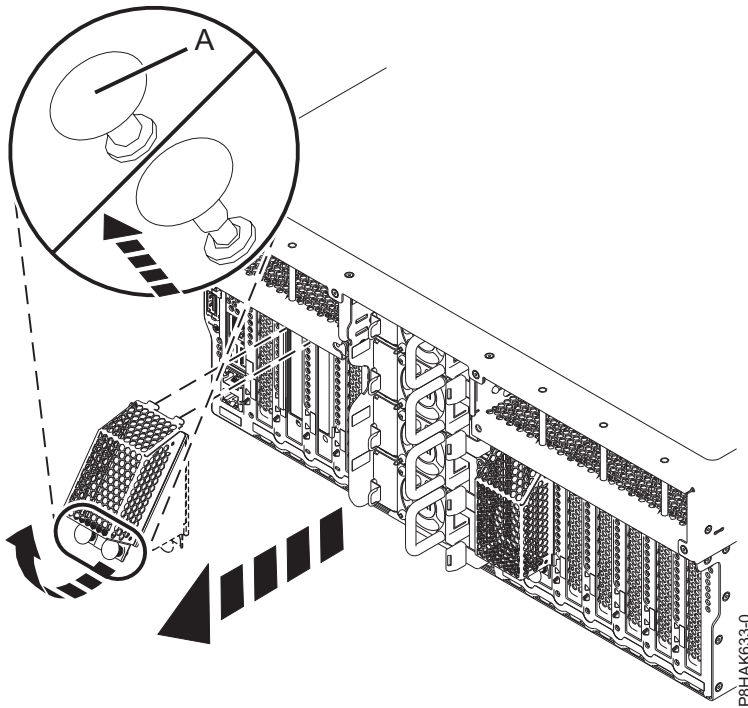

Abbildung 33. Schutzabdeckung aus dem GPU-Adapter ausbauen
- a. Ziehen Sie die Sperrtaste (A) in die geöffnete Position, wie in Abb. 33 auf Seite 38 dargestellt.
- c. Halten Sie die Schutzabdeckung und drehen Sie die Abdeckung dabei in die in Abb. 33 dargestellte Richtung. Ziehen sie sie dann von der hinteren Trennwand weg.